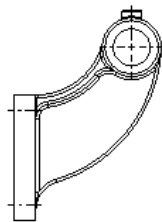
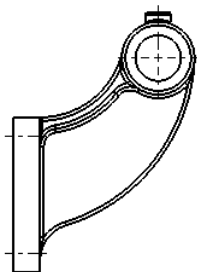

图 6.3.5 主视图预览图
图 6.3.6 主视图
Step4. 放置视图。将鼠标放在图形区，会出现全视图的预览图（图 6.3.5）；选取合适的放置位置单击，以生成主视图，如图 6.3.6 所示。
Step1. 打开工程图文件 D:\sw15\work\ch06.03.01\template. SLDDRW, 如图 6.3.6 所示。